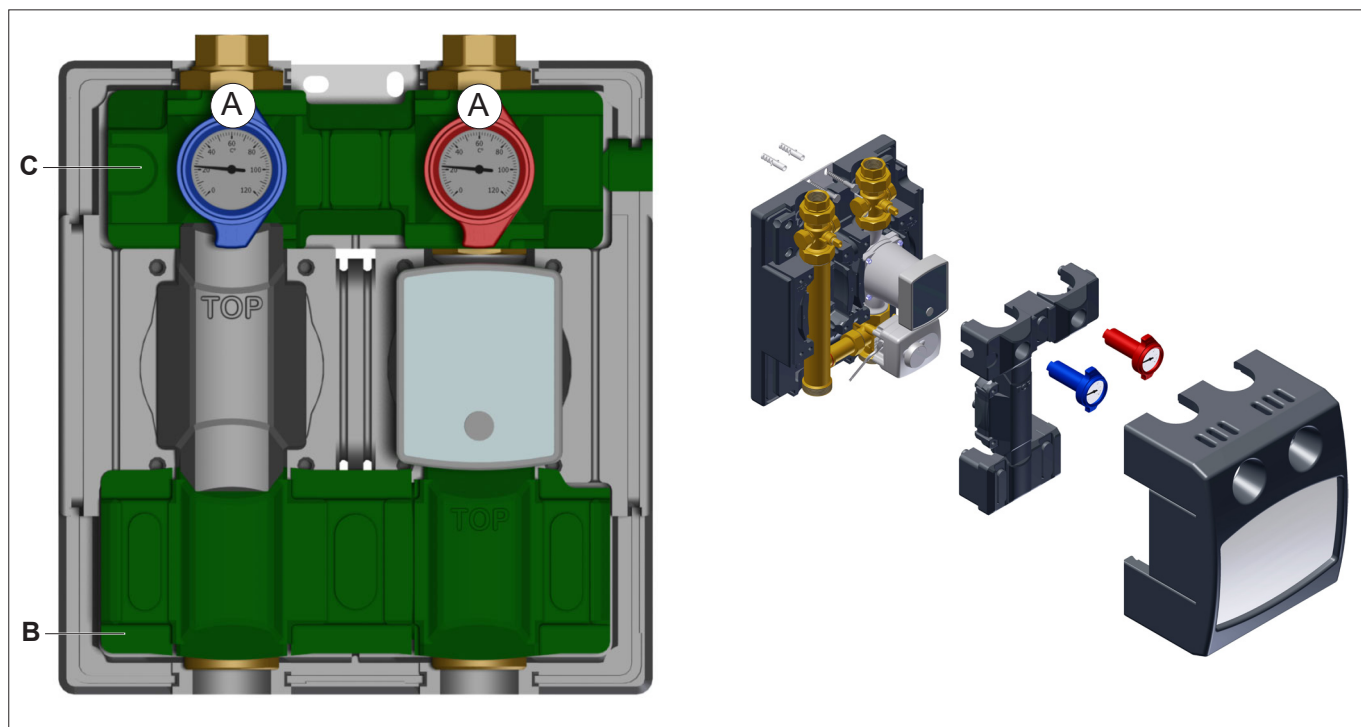

Fig. 6: Démontage isolations (représentation en réf. au modèle 8130)
- Ouvrir lentement les robinets à boisseau sphérique (vanne multifonctions, pos. A, Fig. 6 à la page 12) en tournant la poignée à thermomètre (voir „Positions de la poignée à thermomètre“ à la page 10).
- Fermer les robinets à boisseau sphérique (vanne multifonctions, pos. A, Fig. 6 à la page 12) en tournant la poignée à thermomètre (voir „Positions de la poignée à thermomètre“ à la page 10).